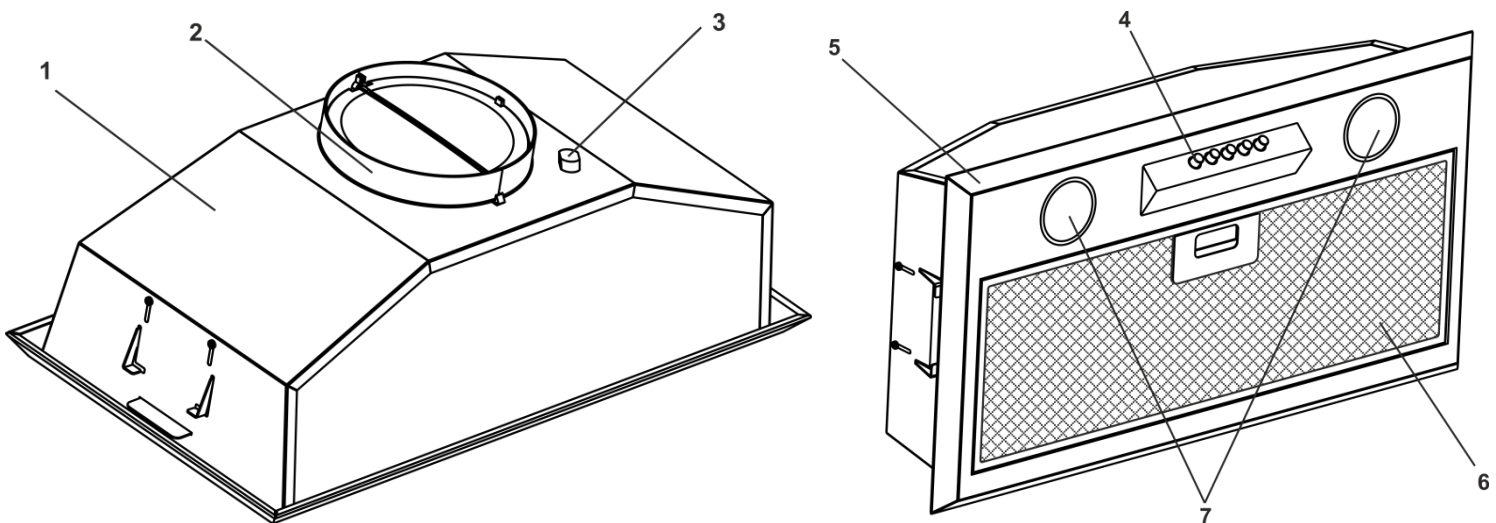

Рис. 1
5.3 Витяжка складається з наступних складових частин (рис. 1):